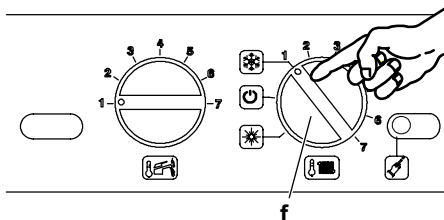

Figura 6.6 Pannello comandi.
- 17 Ruotare il selettore di funzione **f** come in **Figura 6.6**